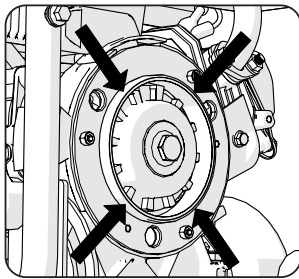

Fig. 24
- La ghiera anulare maschio è situata attorno all'albero di attacco del motore. **(Fig. 24)**